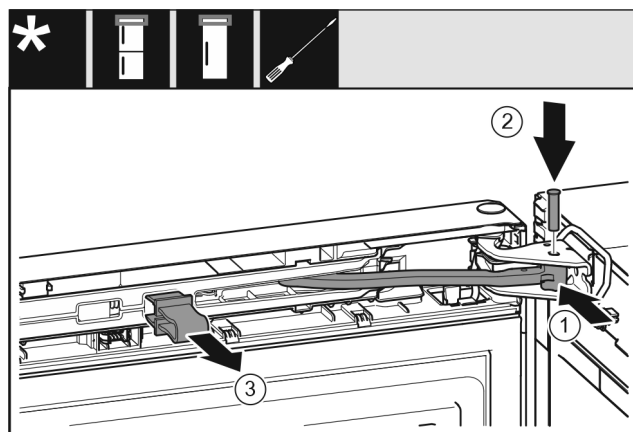

Fig. 34
- ▶ Okrenite zglob Fig. 34 (1) u podlošku ležaja.
- ▶ Umetnite svornjak Fig. 34 (2) u podložak ležaja i zglob. Pritom se pobrinite za to da uskočna izbočina ispravno leži u utoru.
- ▶ Skinite osigurač Fig. 34 (3).